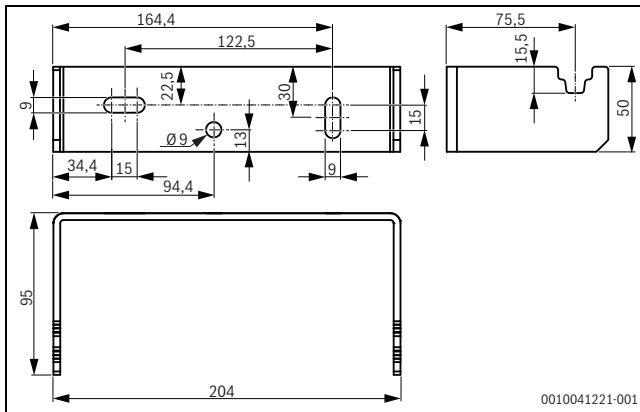

Bild 13 Abmessungen des Wandhalters
- ▶ An geeigneter Stelle drei Löcher für den Wandhalter bohren und Dübel setzen (→ Bild 13 und 14).